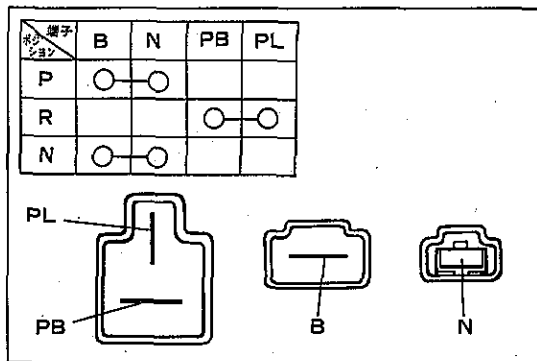

図3-1-2 導通点検 Z3557
- ①ニュートラル スタート スイッチ コネクタの導通 基準 (図3-1-2参照)
5. 導通点検を行なり。(図3-1-2参照)